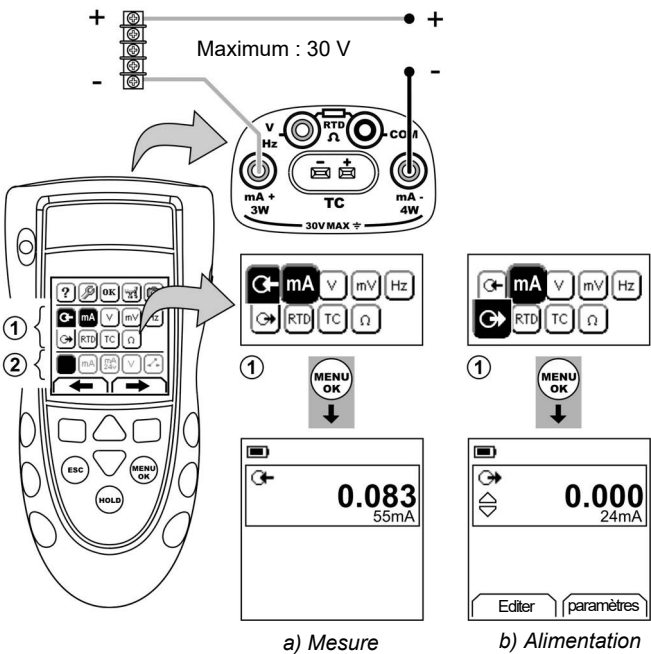

Figure 1 : Exemple de configuration - mesure/alimentation en mA avec boucle d'alimentation extérieure (zone ①)
1. Raccordez l'instrument (Figure 1, 2 ou 3) et, si nécessaire, réglez le menu *Config.* (Tableau 1).